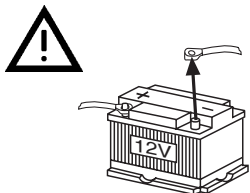

Fig. 1
Sikringsholderen (sikring 1A) til sikring af det positive kabel (permanent (1), se fig. 1) sluttes til den positive pol max. 30 cm fra bilens batteri (bor evt. et hul i forvæggen og anvend en tilsvarende kabelføring).
Kablet for permanent plus (2), se fig. 1, sluttes til hovedenhedens udgang for permanent plus (ignition ) (f.eks. bilradio eller navigation). Ved tilslutning til klemme 15 i bilen skal der max. 20 cm fra tilslutningspunktet tilsluttes en sikringsholder (sikring 1A) til sikring af kablet for permanent plus (2).
Den negative ledning (stel/GND (3), se fig. 1) skrues direkte på karosseriet. Stelpunktets kontaktflade skræbes metallisk blank og smøres med grafitfedt (dette er vigtigt for god stelforbindelse).